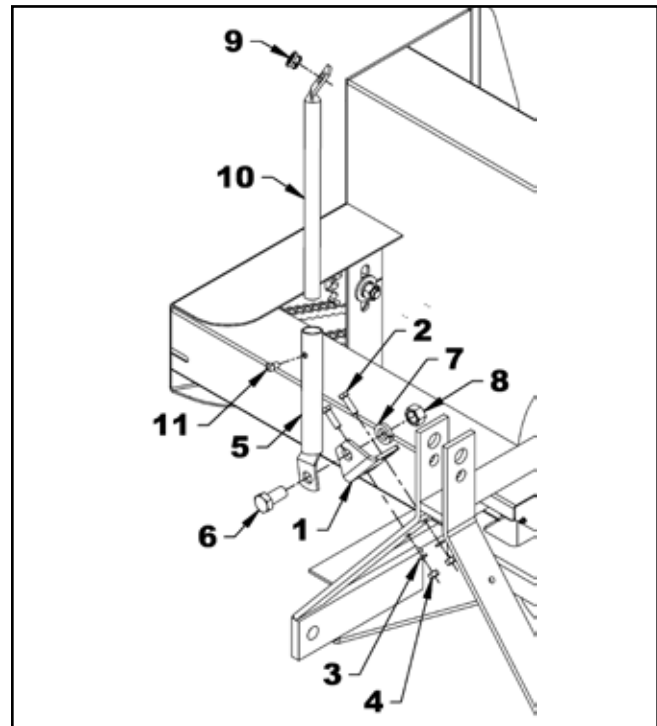

Figure 20. Assemblage du support de la poignée
2. Figure 20 - Installez le support de poignée (1) sur le côté droit du kit d'attelage à trois points de la souffleuse à neige à l'aide de deux boulons 3/8 po NC x 1-1/4 po, de rondelles de blocage et d'écrous (2, 3, 4). Serrez fermement.
3. Installez le support de la poignée inférieure (5) sur le support (1) à l'aide d'un boulon 3/4 po NC x 1-1/2 po, d'une rondelle de blocage et d'un écrou (6, 7, 8).
4. Insérez l'œillet en plastique (9) dans le support supérieur de la poignée (10).
5. Insérez le support supérieur de la poignée (10) dans le support inférieur de la poignée (5). Fixez sans serrer à l'aide d'une vis de réglage 3/8 po x 1/2 po (11). La hauteur sera réglée ultérieurement pour une position pratique sur votre tracteur.